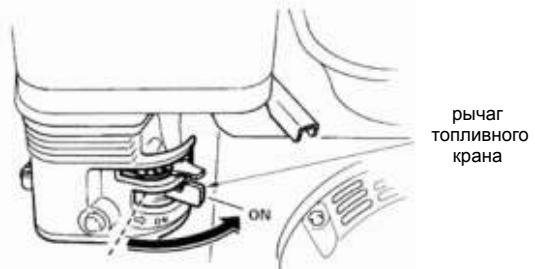

Рис.30
- Откройте топливный кран, переместив рычаг топливного крана в рабочее положение(ON) Рис.30.